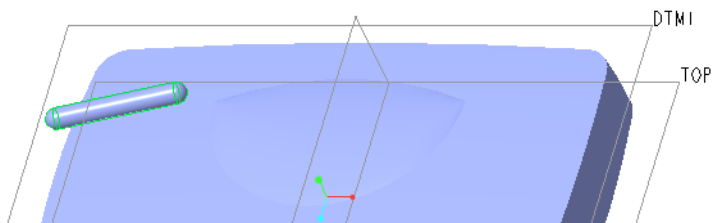

图 7-172 创建的旋转曲面
- ⑤ 默认的旋转角度为 360° ，单击“完成”按钮 ，完成该旋转曲面的创建，效果如图 7-172 所示。